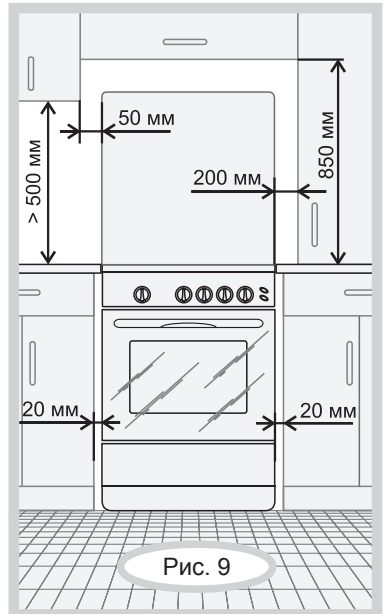

Рис. 9
- Минимальные расстояния, которые необходимо выдержать при установке плиты, показаны на рис. 9. Задняя стенка плиты должна отстоять от поверхности стены не менее чем на 50 мм. Уровень варочной поверхности плиты должен быть не ниже уровня столешницы. Торцы мебели на уровне варочной поверхности стола защитить металлическими накладками. Кухонные полотенца, шторы и т.п. должны находиться на безопасном расстоянии, исключающем их воспламенение. Стена в местах установки плиты должна быть выполнена из негорючего материала.